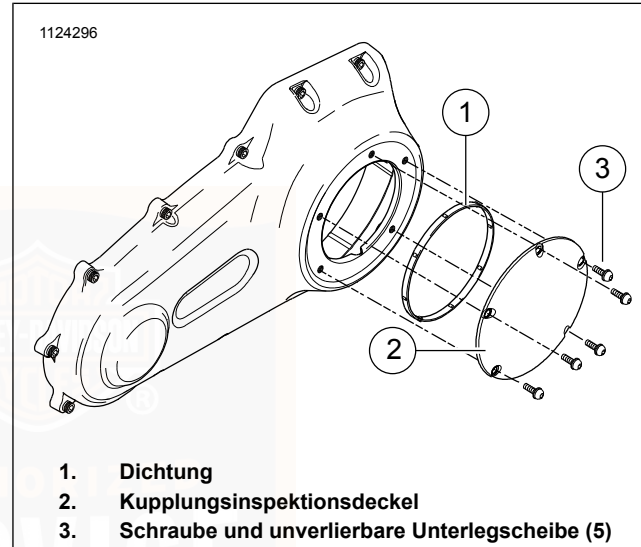
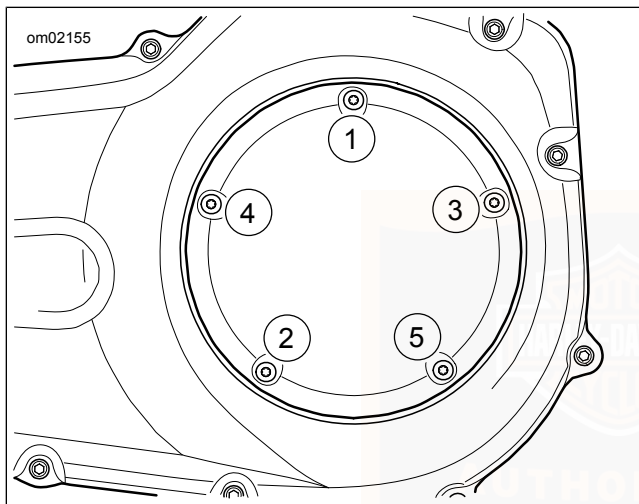

Abbildung 71. Kupplungsdeckel (Typisch)
Abbildung 72. Anzugsreihenfolge für Kupplungsdeckel
6. Siehe Abbildung 71. Schrauben (3) und Kupplungsinspektionsdeckel (2) entfernen.
7. Dichtung (1) entfernen. Das Öl von der Nut im Kettengehäusedeckel und der Befestigungsfläche abwischen.
- b. Siehe Abbildung 71. Die **neue** Dichtung (1) in die Nut des Kupplungsinspektionsdeckels (2) einsetzen. Jede Noppe auf der Dichtung in die Nut drücken.
- c. Den Kupplungsinspektionsdeckel (2) mit Schrauben und unverlierbaren Unterlegscheiben (3) sicher befestigen.
- d. Siehe Abbildung 72. In der angegebenen Reihenfolge auf folgendes Drehmoment anziehen: 9,5–12,2 N·m (84–108 **in-lbs**).